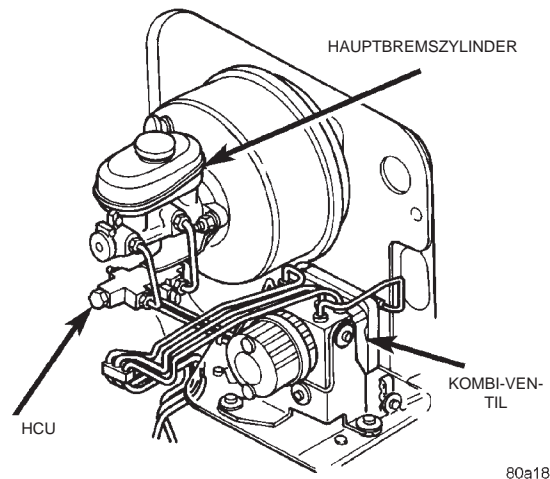

Abb. 6 Bremsleitungsanschlüsse an der HCU
- (1) Das Batterie-Minuskabel abklemmen und isoliert ablegen.
- (2) Die Kabelbaum-Steckverbinder von der HCU abziehen.
- (3) Alle Bremsleitungen von der HCU lösen (Abb. 6).